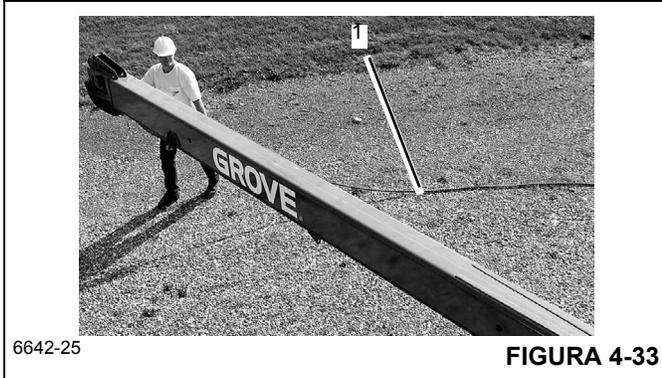

FIGURA 4-33
4. Utilizando el cable guía (1, Figura 4-33) para mantener el control de la sección de plegado doble (de extremo), gire la sección de extremo hacia la posición elevada.